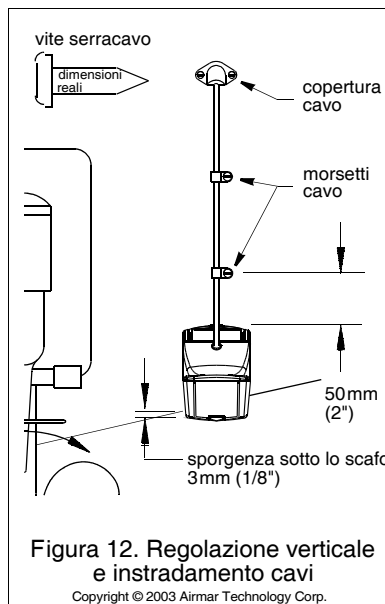

Figura 12. Regolazione verticale e instradamento cavi
2. Verificate che l'angolo inferiore sinistro del sensore sporga di 3mm (1/8") sotto il fondo dello scafo (Figura 12)
- b. Portate il sensore in una posizione più profonda nell'acqua a passi di 3mm (1/8") ciascuno (Figura 12)
1. Se è necessario praticare un foro attraverso lo specchio di poppa, scegliete un punto **decisamente al di sopra della linea di galleggiamento** (Figura 12). Verificate la presenza di ostacoli quali correttori d'assetto, pompe o cavi elettrici all'interno dello scafo. Contrassegnate il punto scelto con una matita.